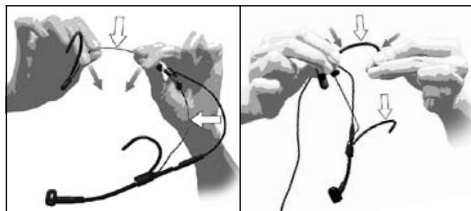

Fig. 6 : Recourber l'arceau et les branches
Voir Fig. 6.
- Maintenez fermement l'arceau ou la branche à l'endroit indiqué à la Fig. 6 et courbez-les **avec précautions** vers l'intérieur.